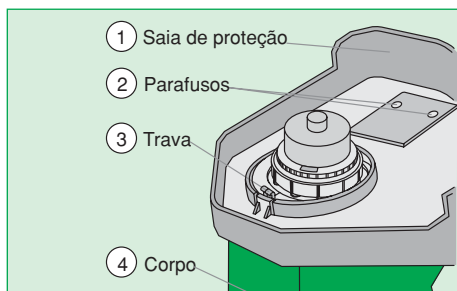

Fig. 1
- ✓ Você recebe o cortador/aparador de grama TRAPP montado, exceto a saia de proteção. Ela vem acondicionada junto com o equipamento, na mesma embalagem. Para montá-la, vire o cortador/aparador de grama para cima (Fig. 1).
- ✓ Posicione a saia de proteção conforme o desenho, encaixe-a na trava (3) (Fig. 2), pressione junto ao corpo (4), coloque os parafusos (2) e dê o aperto (Fig. 1).